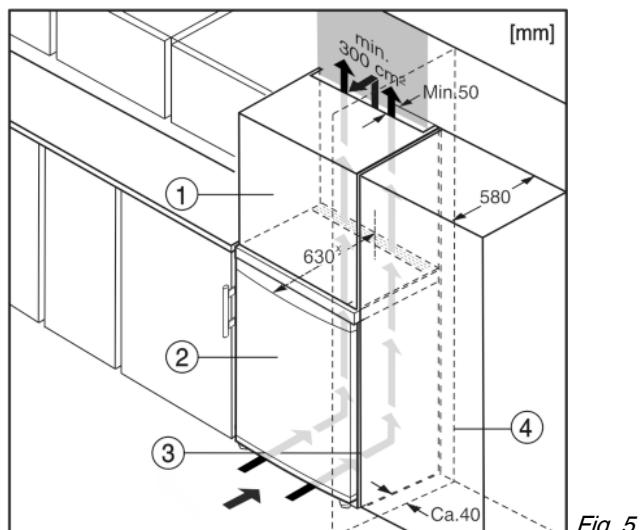

Fig. 5
Устройство может быть окружено кухонными шкафами. Чтобы уравнять устройство *Fig. 5 (2)* по высоте с кухонной стенкой, можно установить над устройством дополнительный шкафчик *Fig. 5 (1)*.
При комбинировании с кухонными шкафами (глубина макс. 580 мм) устройство можно установить непосредственно рядом с кухонным шкафом *Fig. 5 (3)*. Устройство выступает сбоку на 34 мм^x и по центру на 50 мм^x относительно передней стенки кухонного шкафа.
Если устройство установлено на шарнирах у стены *Fig. 5 (4)*, то расстояние между устройством и стеной должно быть не менее 40 мм. Настолько выступает ручка при открытой дверце.